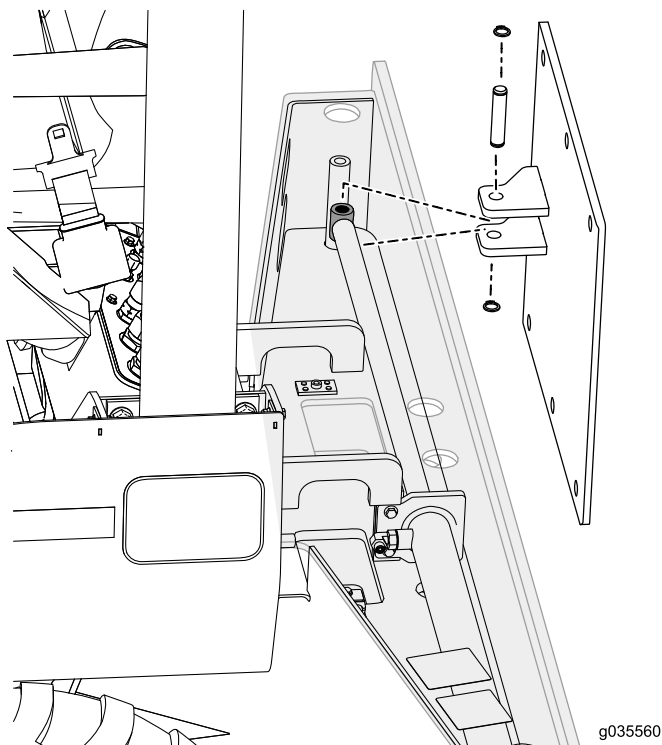

図 3
6. スライドマウントプレートをシリンダに取り付けるクレビスピン1本とリテーナリング2本を使って図3のように取り付ける。